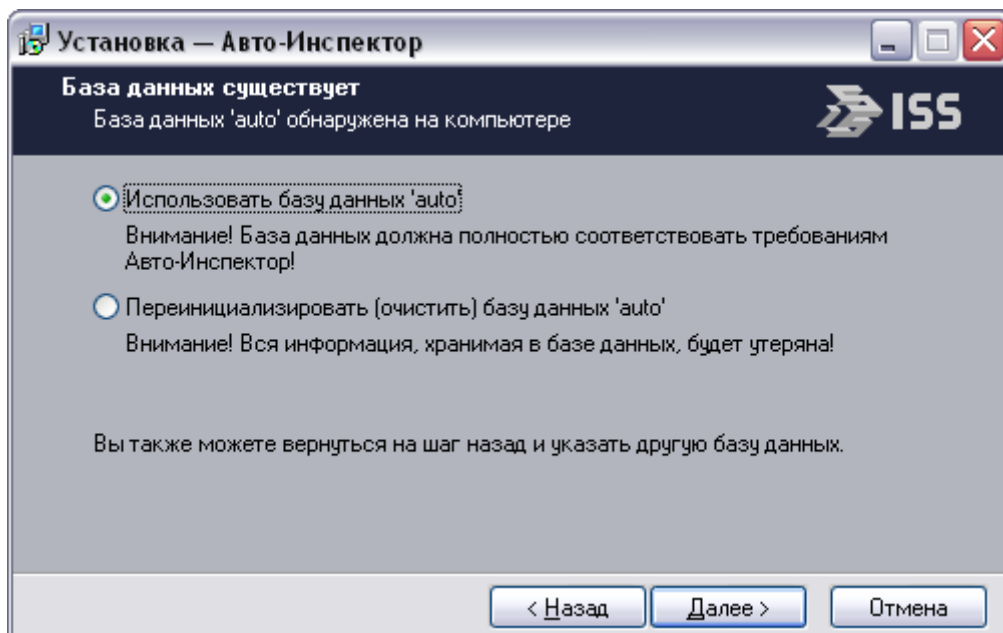

Рис. 13. Определение параметров базы данных
6. Если на компьютере обнаружена указанная база данных, то появится окно переопределения базы данных (рис. 13), в противном случае см. п. 7.